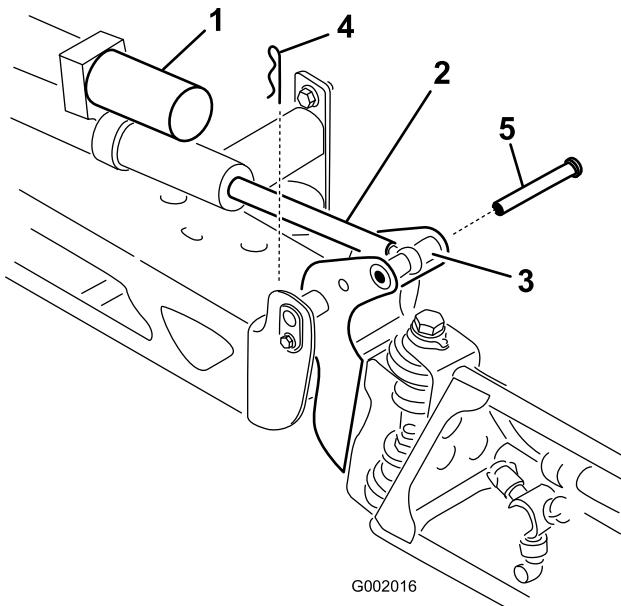

図 50
2. ピボット・ピンからコッター・ピンを抜き取る(図 50)。
ながら、ブームのピボットとアクチュエータ・ロッドにピンを通す(図 50)。